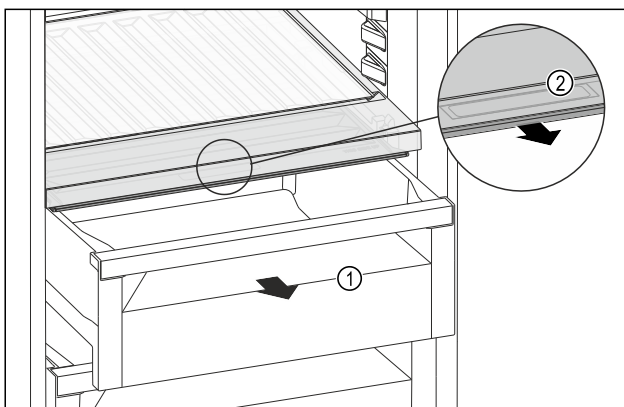

Fig. 160
- ▶ 拉出抽屉 Fig. 160 (1)。
- ▶ 抓住抽屉盖上的内嵌式拉手 Fig. 160 (2)，并同时向前拉出抽屉盖。